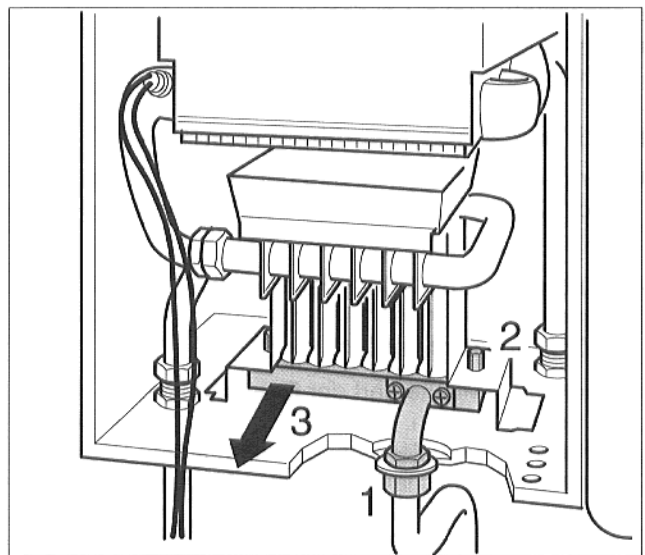

Abb. 32 Düsenplatte ausbauen
- Verschraubung zur Gasleitung unterhalb der Bodenplatte der Brennerkammer lösen (Abb. 32, Pos. 1).
- Schrauben links und rechts abschrauben (Abb. 32, Pos. 2) und Düsenplatte entnehmen (Abb. 32, Pos. 3).